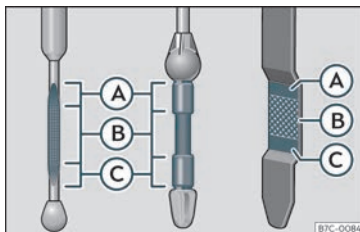

Abb. 204 Ölmessstab
»» Abb. 204. Füllen Sie gegebenenfalls Motoröl nach.
- Wenn der Ölstand mindestens den Bereich »» **Abb. 204** erreicht hat, vorsichtig den Deckel des Einfüllstutzens aufschrauben »» .
Liegt der Ölstand über dem Bereich »» **Abb. 204** , starten Sie den Motor bitte nicht. Dies könnte zu einer Beschädigung des Motors und des Katalysators führen. Wenden Sie sich an einen Fachbetrieb.
Der Ölstand darf keinesfalls über dem Bereich»» **Abb. 204** stehen, andernfalls könnte Öl über die Entlüftung der Motorölschale angesaugt werden und über die Abgasanlage in die Atmosphäre gelangen.